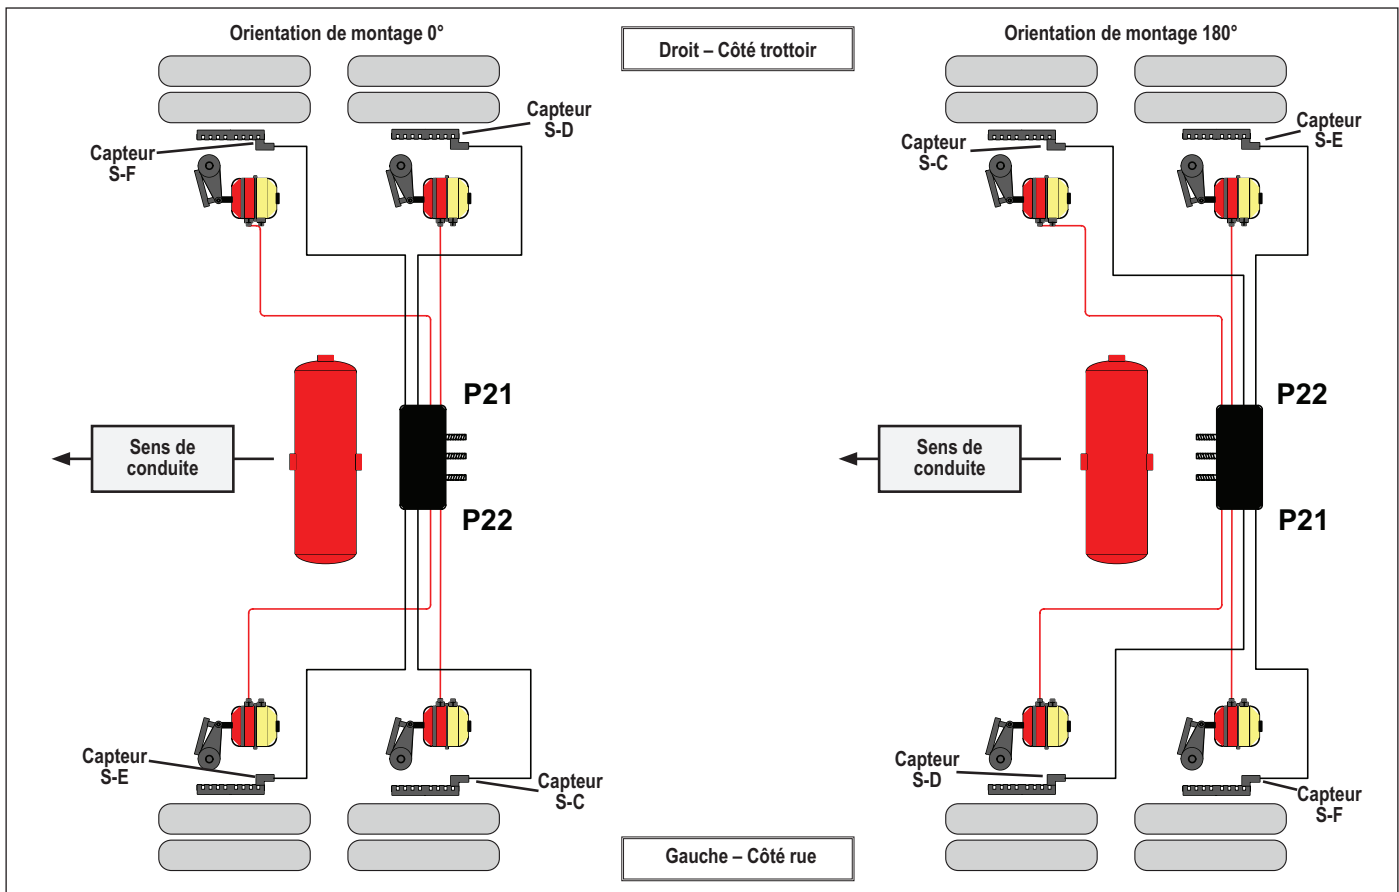

FIGURE 19 – INSTALLATION DES CAPTEURS DE VITESSE DE ROUE
Remarque : Les capteurs de vitesse de roue doivent s'accorder à l'orientation du module illustrée dans la Figure 19 pour les remorques à essieu fixe. S'il y a un essieu relevable sur lequel on posera des capteurs, monter les capteurs secondaires SE et SF sur cet essieu.
- Si l'emplacement des capteurs de roue ne correspond pas à l'orientation du module Bendix® TABS-6™ Advanced MV montrée par la Figure 19, un code d'anomalie sera créé et le voyant ABS s'allumera.